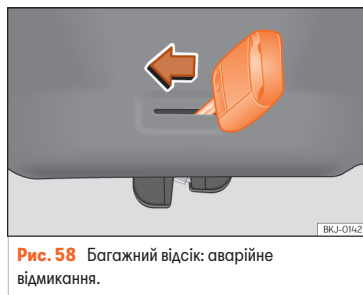

Рис. 58 Багажний відсік: аварійне відмикання.
- Вставте борідку ключа до прорізу й поштовхніть в напрямку стрілки >>> **рис. 58.** Замок розблокується.